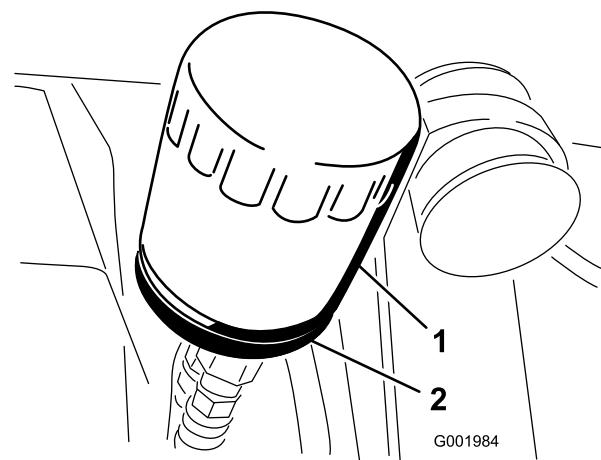

図 52
2. オイルフィルタ(図 52)を外す。
5. アダプタに新しいフィルタを取り付ける。ガスケットがアダプタに当たるまで手でねじ込み、そこから更に 1/2 回転増し締めする(図 52)。